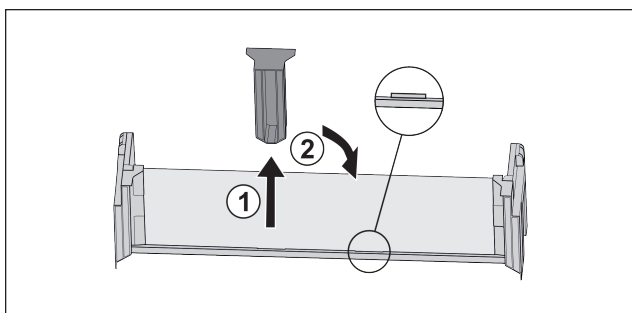

Fig. 54
- Stiahnite stredný prídržný diel Fig. 54 (1).
- Nasadte stredný prídržný diel do druhej pozície Fig. 54 (2).